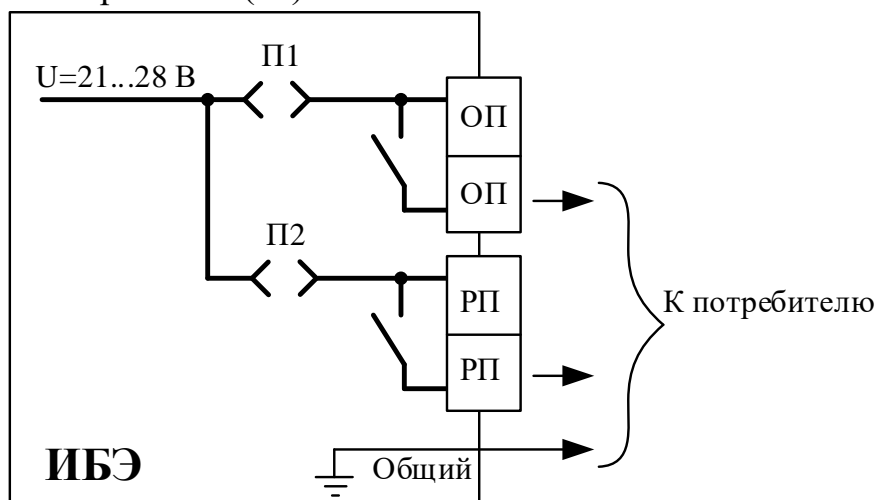

Рисунок 1
- Для удобства подключения цепей состояния питания изделия к соответствующим входам потребителя на плате изделия имеются две переключки П1 и П2, установка которых обеспечивает подачу напряжения на один из контактов каждого реле (см. Рисунок 1). Соответствующие выходы отмечены на печатно плате стрелками (→).